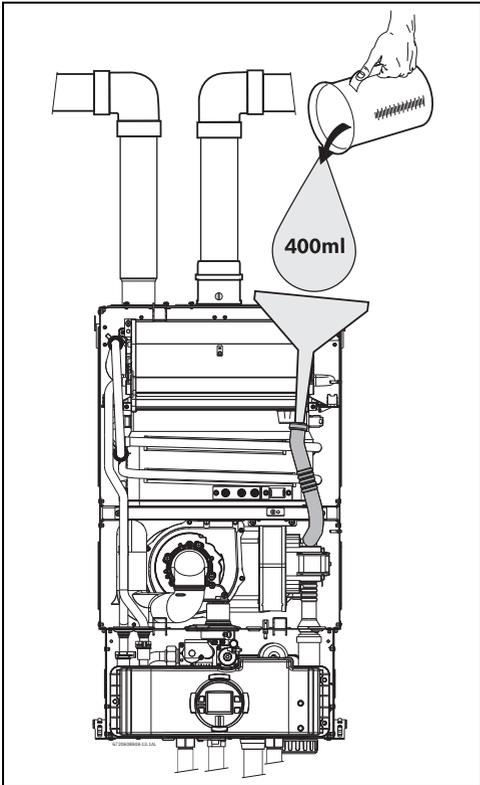

Fig. 51 Llenado del depósito de agua después de la instalación
- ▶ Llenar el depósito de aguas condensadas con aproximadamente 400ml de agua a través del tubo de condensados. Para evitar daños en el aparato utilice un embudo en la extremidad del tubo (consultar Fig. 51).
- ▶ Colocar la caja electrónica en la posición de "Mantenimiento", encajando las aletas en los orificios de la chapa metálica inferior de la caja estanca (consultar Fig. 51).